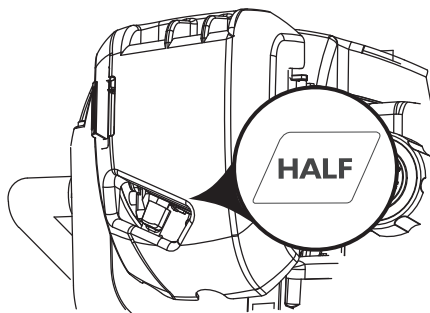

Fig. 12
5. Mettez le levier de starter en position "Half". [Fig. 12]